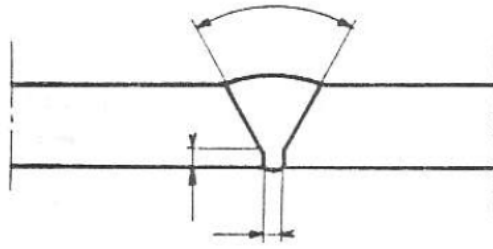

Fig. 5.4
- ou il s'agit d'une représentation des tôles qui sera cotée (fig. 5.4)